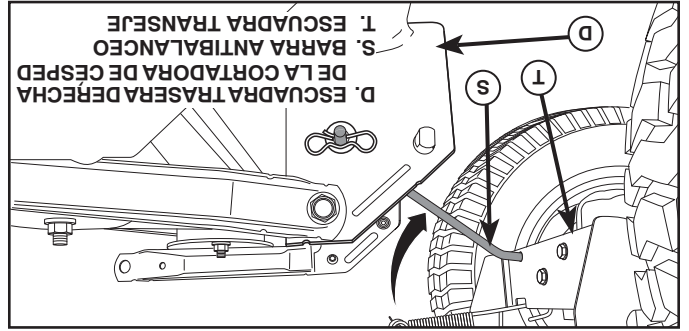

Fig. 11
## 9. INSTALE EL ESCUDO DE PROTECCIÓN DELANTERO (E) (Vea Fig. 11)
- Haga oscilar el extremo con la arandela integrada de la barra antibalanco (S) hacia la escuadra de la plataforma de la cortadora de césped en el lado derecho de la cortadora. Inserte el extremo con la arandela integrada de la barra en el agujero de la escuadra trasera de la cortadora de césped (D). Mueva la cortadora de césped según sea necesario para insertar el extremo con la arandela integrada de la barra en la escuadra trasera de la cortadora de césped (D). Asegure con una arandela pequeña y un resorte de retención pequeño, como se ilustra.